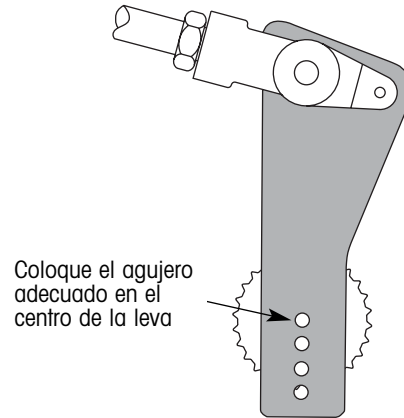

Figura 47. Alineando la plantilla
4. Seleccione el agujero en la plantilla que iguale la longitud de la matraca (ya sea 5½ o 6 pulgadas). Mantenga el agujero en el centro de la leva (figura 47).